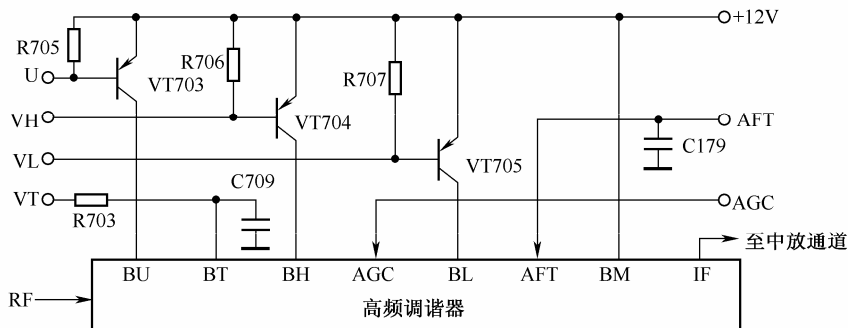

图 4-23 高频调谐器及其外围电路
TA 两片机高频调谐器及其外围电路如图 4-23 所示，该调谐器有 1 个高频电视信号输入插孔和 8 个引脚，BL、BH、BU 为波段切换电源控制脚，BM 为混频电源控制脚，BT 为 0~30V 调谐电压 (VT) 输入脚，AGC 为自动增益控制脚，AFT 为自动频率微调控制脚，IF 为中频电视信号输出脚。调谐器 8 个引脚典型电压值如表 4-7 所示。
在图 4-23 电路中，VT703、VT704、VT705 是波段切换控制管，受遥控电路控制，当 VT703 导通时，调谐器 BU 引脚有 12V 电压，调谐器工作在 U 波段，再改变 BT 电压，可接收 13~68 频道；当 VT704 导通时，调谐器 BH 引脚有 12V 电压，调谐器工作在 VH 波段，再改变 BT 电压，可接收 6~12 频道；当 VT705 导通时，调谐器 BL 引脚有 12V 电压，调谐器工作在 VL 波段，再改变 BT 电压，可接收 1~5 频道。